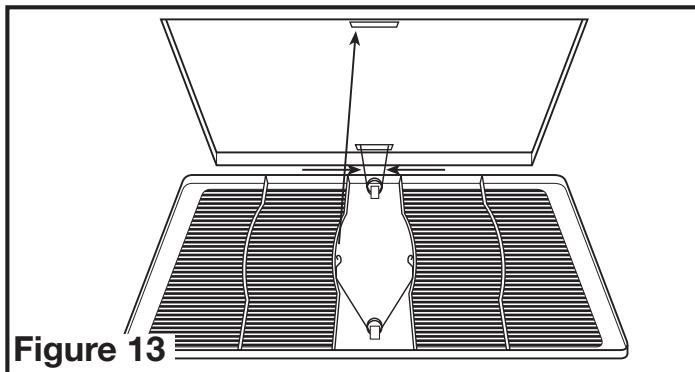

Figure 13
- 5a. **MODÈLES STANDARDS ET AVEC DÉTECTION D'HUMIDITÉ:** Installer la grille en pressant ensemble les deux extrémités des ressorts et en les installant dans les fentes du châssis du ventilateur. Pousser la grille en position (**Figure 13**).